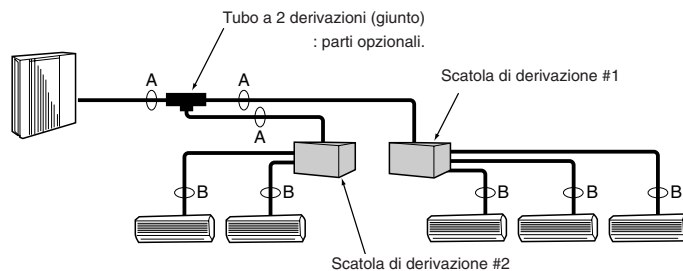

Fig. 5-2
5.4. Selezione delle dimensioni del tubo (Fig. 5-2)